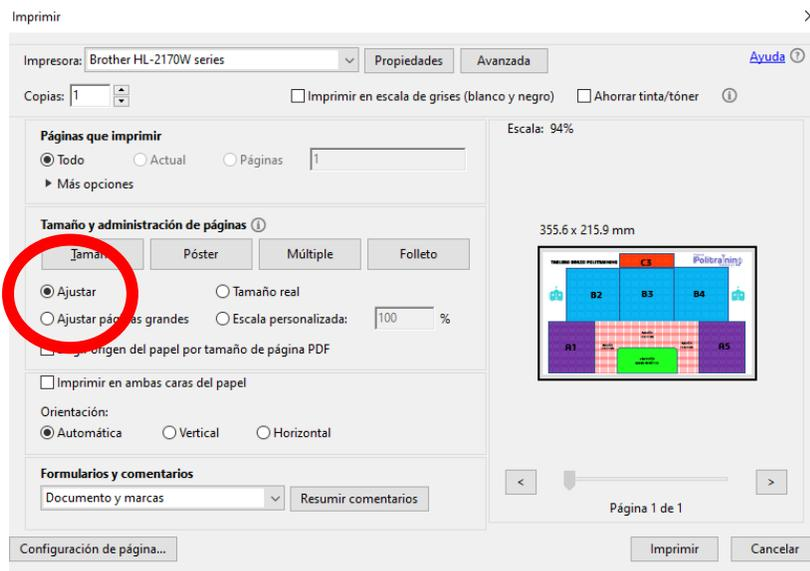
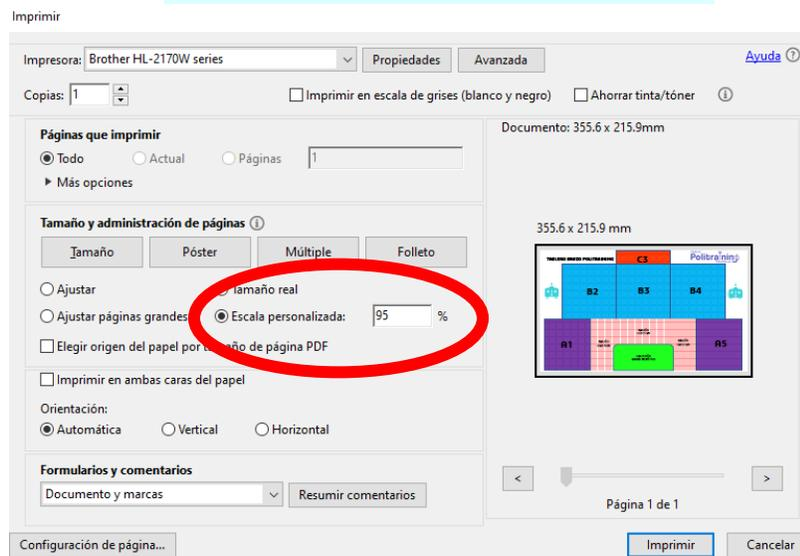

Figura 8: Impresión de Tablero con la opción de Ajustar.
Figura 9: Impresión de Tablero con la opción de Escala Personalizada.
- El tablero será otorgado por el H. Comité Organizador del Festival Politraining 4.0 en formato digital para que los participantes lo puedan imprimir en una Hoja Tamaño Oficio. El archivo deberá ser impreso a través de la opción de **Ajustar** como se muestra en la **Figura 8** o en su defecto con una **escala de 94% a 95%** como se muestra en la **Figura 9** y así respetar las medidas oficiales del concurso. No es necesario imprimirlo a color.